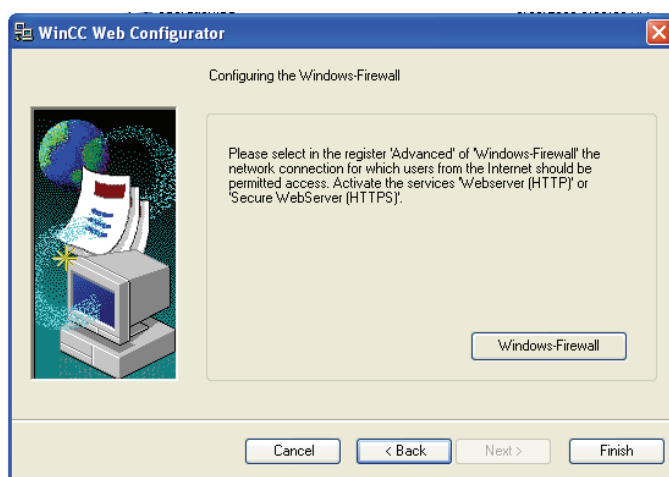

图 15-27 WinCC Web Configurator 中单击“Windows-FireWall”按钮组态 Windows 防火墙
1) 在 Web Configurator 中,单击“Windows Firewall”,如图 15-27 所示。